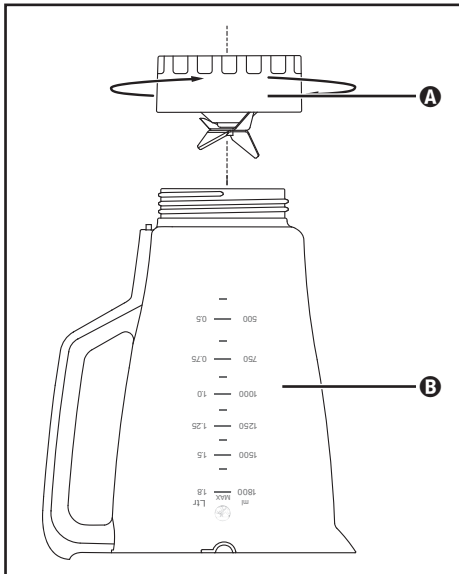

Abb. 3
- 2) Stellen Sie das Gerät auf den Kopf und drehen Sie den Aufsatz **A** gegen den Uhrzeigersinn, so dass er sich vom Behälter **B** lösen lässt (siehe Abb. 3).